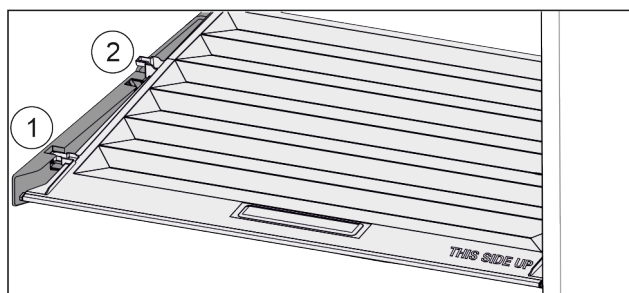

Fig. 48
- ▶ Pokrov povlecite naprej Fig. 48 (1) do odprtine v držalnih delih.
- ▶ Zadaj ga od spodaj dvignite in odstranite Fig. 48 (2) navzgor.